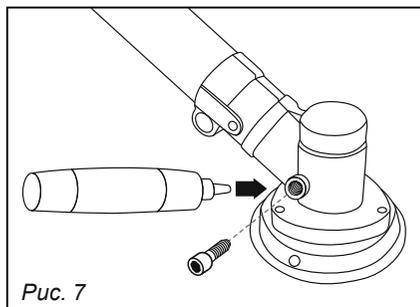

Рис. 7
8.4. Корпус редуктора (рис. 7)